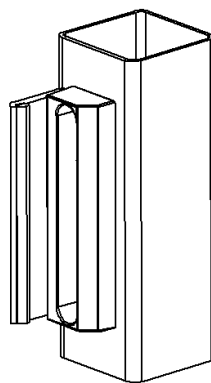

Рис.5
- при открытии калитки во внутрь рис.5;